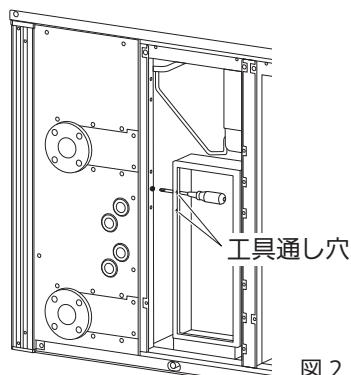

図 2
- ① チラー電装ボックス左側にあるフレームに M6 ネジ(付属品)を仮止めしてください。(図 2)